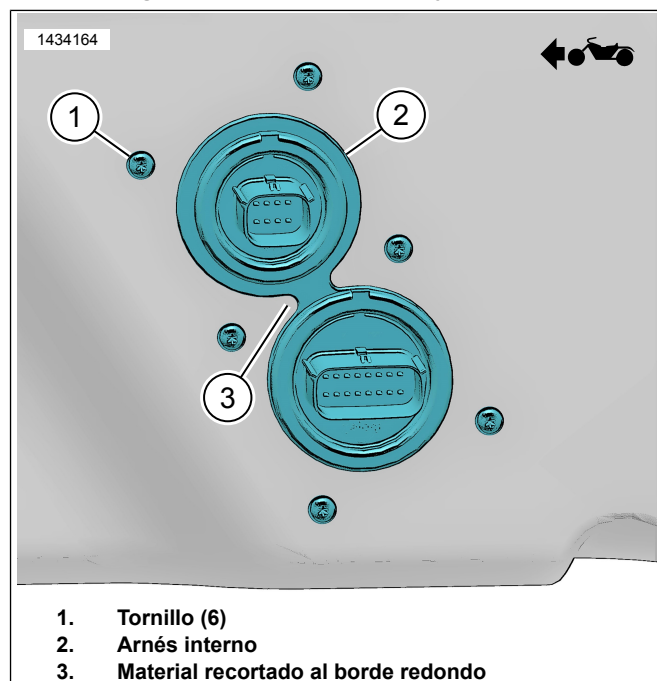

Figura 10. Arnés interior
- d. Figura 10 Recorte el material con borde redondo (3).
11. Figura 10 Instale el arnés interno (2).